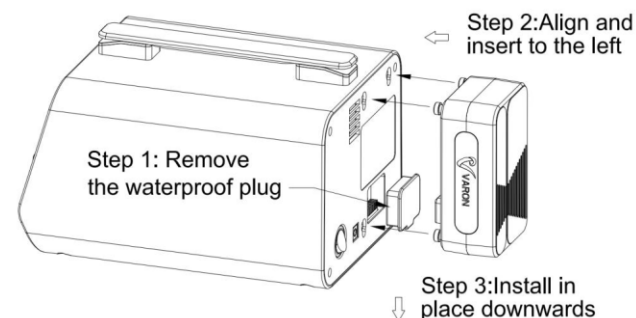
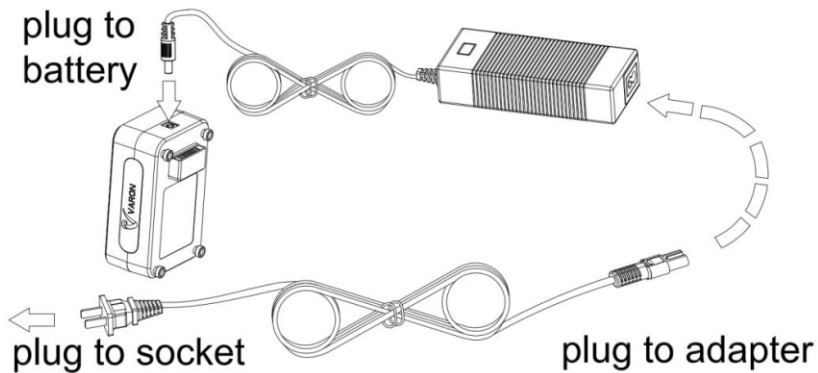

Figura 4 - Schema di Installazione della Batteria
Figura 7 - Schema di Ricarica Separata delle Batterie
- Come mostrato nella Figura 7, collegare l'adattatore CA per caricare la batteria;
- Fare riferimento al metodo di installazione della batteria nella Figura 4, eseguire l'operazione inversa per rimuovere la batteria. Quindi, collegare l'adattatore CA seguendo le indicazioni nella Figura 7 per la ricarica della batteria. L'indicatore di alimentazione sull'adattatore CA si illuminerà in rosso, indicando che la batteria si sta caricando. Se diventa verde, significa che la batteria è completamente carica.